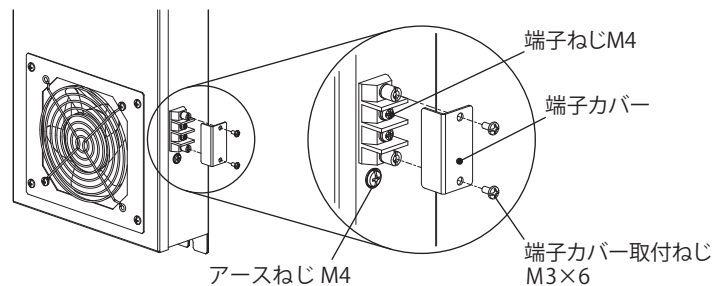

図6 端子カバー取付
2. 付属の端子カバー取付ねじ M3×6 にて、端子カバーを取付けてください。(図 6)